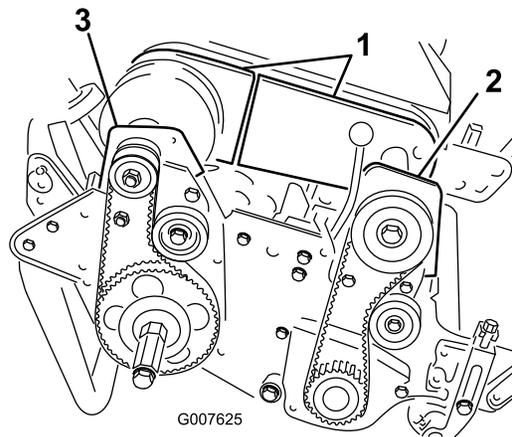

图48
4. 拧下将差速器罩的前后部分固定到差速器壳体的螺栓将差速器罩滑开露出皮带图48。
6. 卸下将前离合器壳体固定到侧板上的2个螺栓和2个锁紧螺母图48。
8. 卸下将右后轴承座固定到侧板上的2个螺栓和锁紧螺母图48。